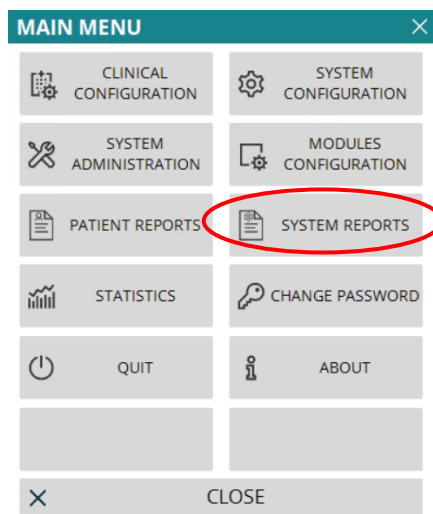
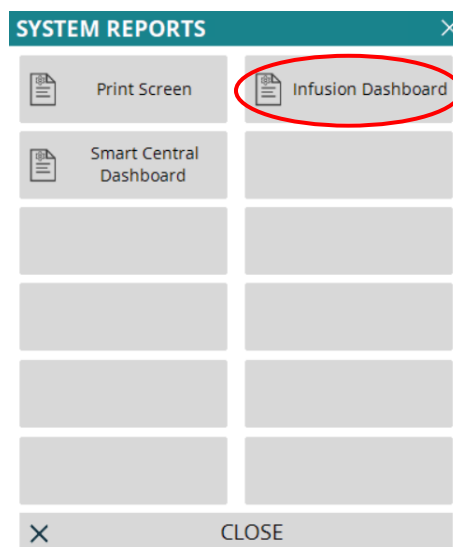

Abb. 30
Abb. 31
Die Ereignisliste (Abb. 30 **A**) bezieht sich auf die Zuordnung einer bestimmten Pumpe zu einem bestimmten Medikament. Wenn einer bestimmten Pumpe ein neues Medikament zugeordnet wird, beginnt die Ereignisliste von vorn. Für das Modul Infusion handelt es sich in diesem Fall um eine neue Größe.
Das folgende Menü wird angezeigt (Abb. 30).
- Klicken Sie auf die Schaltfläche **System Reports** (Systemberichte - Abb. 30). Ein anderes Menü wird angezeigt: (Abb. 31).
- Klicken Sie auf die Schaltfläche **Dashboard** (Abb. 31).